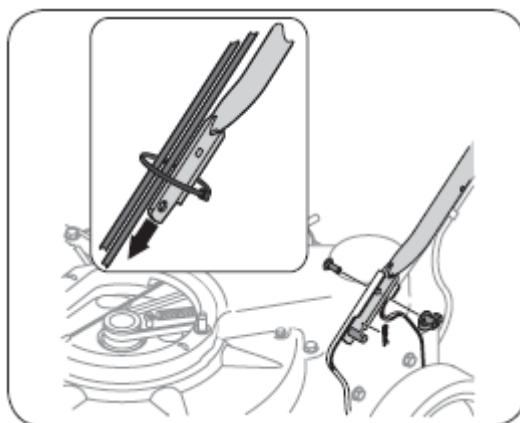

Рисунок 2.
- а. разместите нижние отверстия в нижней ручке напротив штырей на кронштейнах и закрепите с помощью зажимов (см. рисунок 2).
- б. Вставьте винты-фиксаторы через верхнее отверстие нижней ручки и закрепите их с помощью «барашковых» гаек (см. рисунок 2).